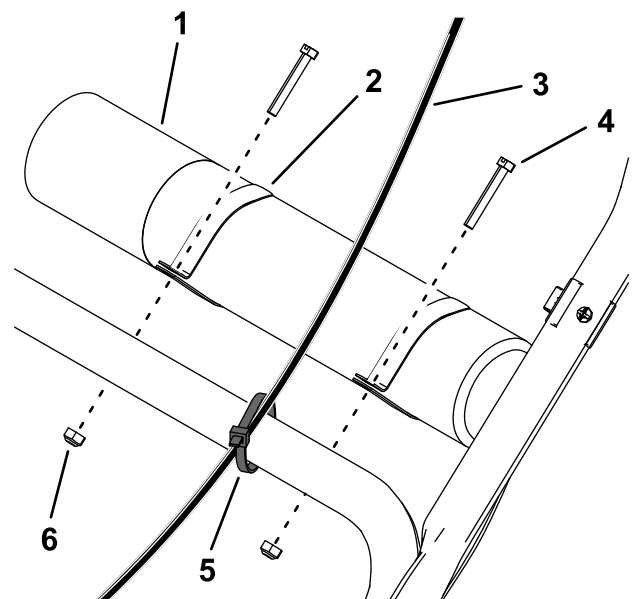

Figura 5
2. Sujete el cable del acelerador sobre el mango inferior con una brida (Figura 5).
3. Deslice las abrazaderas en el tubo del Manual del operador e instálelo sobre el mango inferior con 2 pernos de cabezal ranurado y 2 contratuercas (Figura 5).